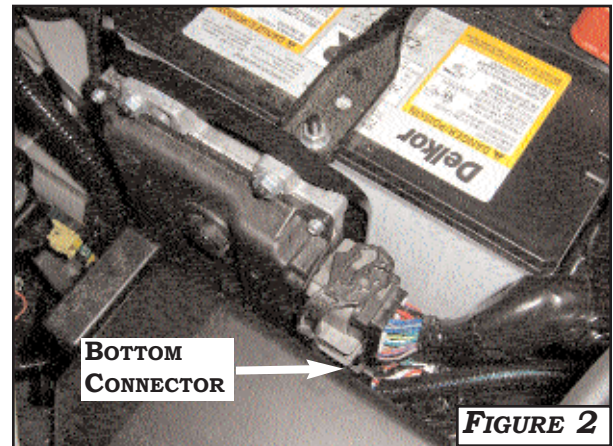

FIGURE 2
2. REMOVE THE **BOTTOM** CONNECTOR **EO1** OF THE ECM. **FIGURE 2**